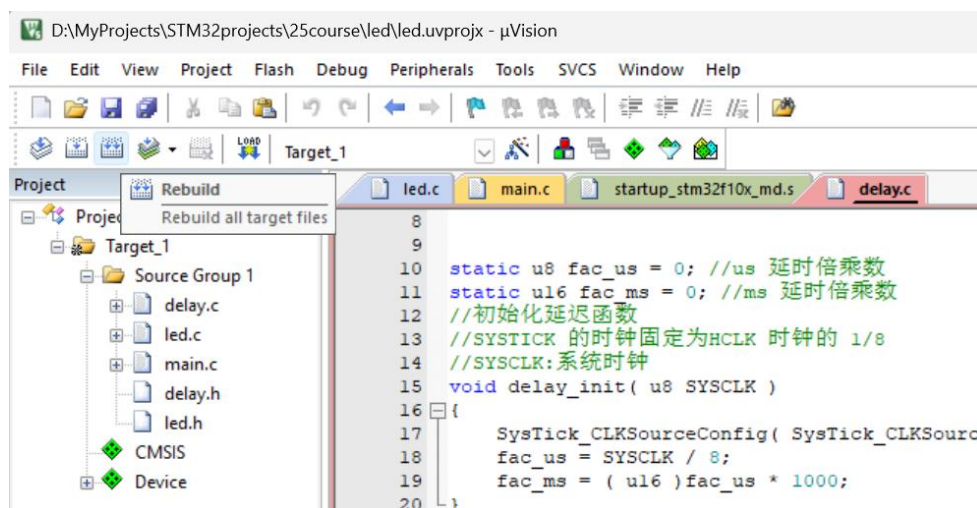

图 1-10 重新编译
- 2) 用 Keil5 开发环境打开实验例程，点击 Rebuild All 重新编译工程，如图 1-10 所示。